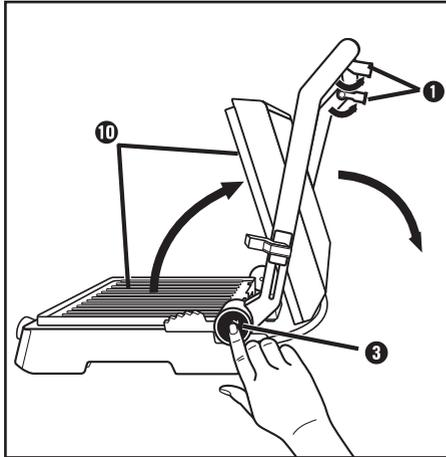

Abb. 1
- 1) Klappen Sie die beiden Stützfüße **1** aus (Abb. 1).
- 2) Drücken Sie die Entriegelungstaste **3** (Abb. 1) und öffnen Sie den Gerätedeckel so weit, dass beide Grillplatten **10** als Tischgrill benutzt werden können.